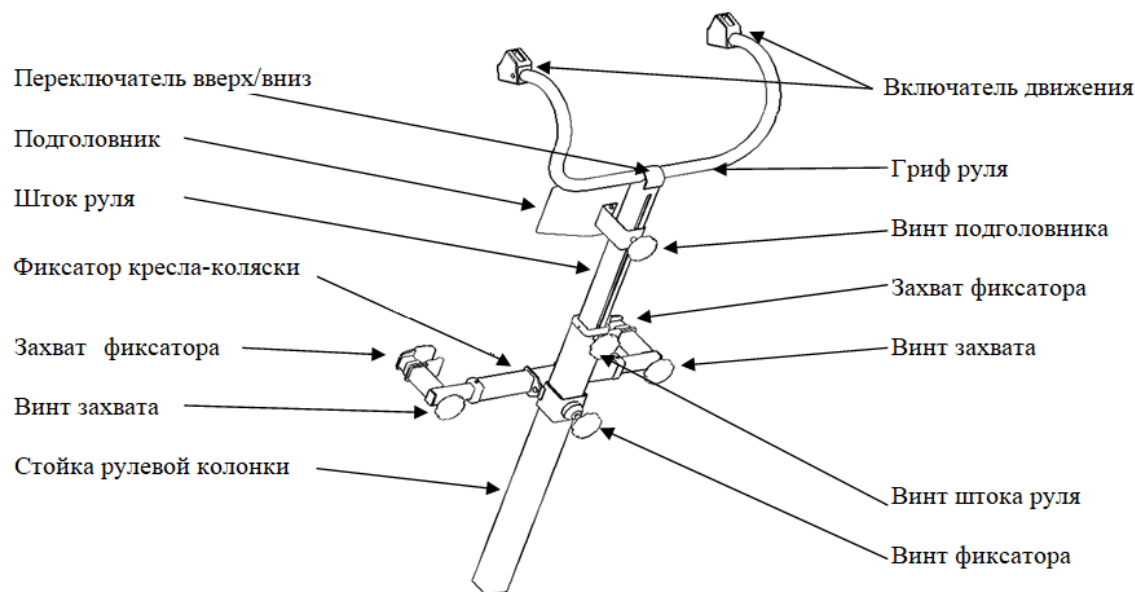

Рис.3. Рулевая колонка
Рулевая колонка подъёмника (Рис.3) выполняет функцию управления движением, а также с помощью фиксатора, установленного на стойке рулевой колонки, осуществляется закрепление кресла-коляски на подъёмнике. Кроме того, установленный с возможностью регулировки по высоте, подголовник обеспечивает поддержку головы пользователя во время перемещения его на подъёмнике по ступеням лестничного марша.
Винт штока руля (Рис.3) находится в верхней части стойки рулевой колонки и служит для закрепления руля на требуемой высоте.
- Поднять фиксатор кресла-коляски на подъемнике в верхнее положение и зафиксировать винтом фиксатора к стойке рулевой колонки (Рис.3);
- Вывернуть винты захвата (Рис.3) до упора, обеспечивая тем самым свободный захват спинки кресла-коляски захватами фиксатора;
- Развести захваты фиксатора (Рис.3) влево и вправо до упора;
- Ослабить винт фиксатора и отрегулировать расположение фиксатора кресла-коляски (Рис.3) относительно спинки;
- Винтом фиксатора закрепить фиксатор кресла-коляски на стойке рулевой колонки (Рис.3);